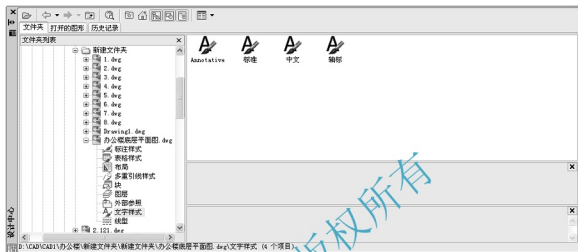

图 3.129 显示底层平面图中的文字样式
(7) 双击【文字样式】选项列出“办公楼底层平面图.dwg”所包含的所有文字样式，如图 3.129 所示。
(8) 选择所有的文字样式并将其拖动到当前图形中, 结果新图形文件中自动创建了所选择的文字样式。